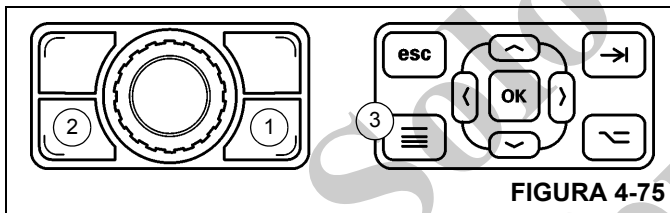

FIGURA 4-75
- Oprima el botón de cambio de pantalla (1, Figura 4-75) en el cuadrante selector para seleccionar el control de pantalla del ODM, luego oprima el botón de menú (2).
- Oprima el botón de menú (3, Figura 4-75) en el panel de control de navegación en el ODM.